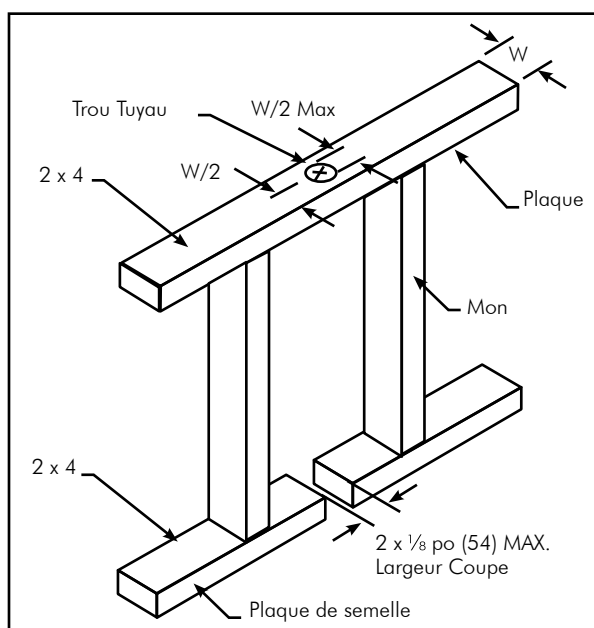

FIG. 4-6 Trous et coupes dans les plaques supérieures et de semelle
- La taille du trou percé à travers **les plaques supérieures, les éléments de cadre supérieur et les plaques de semelle**, pour permettre le passage vertical du tuyau, ne doit pas dépasser ½ de la largeur de l'élément. Le trou doit être percé au centre de l'élément (**voir la FIG. 4-6 ci-dessous**).
- Lorsque les plaques de semelle sont découpées pour les tuyaux, la largeur de la coupe doit être supérieure de ½ po (13) au diamètre extérieur de la gaine du tuyau, mais ne doit pas dépasser 2 po (54), et le tuyau doit être protégé par une plaque de butée Diamondback de la longueur et de la largeur appropriées, installée conformément à ce manuel (**voir la FIG. 4-6**).